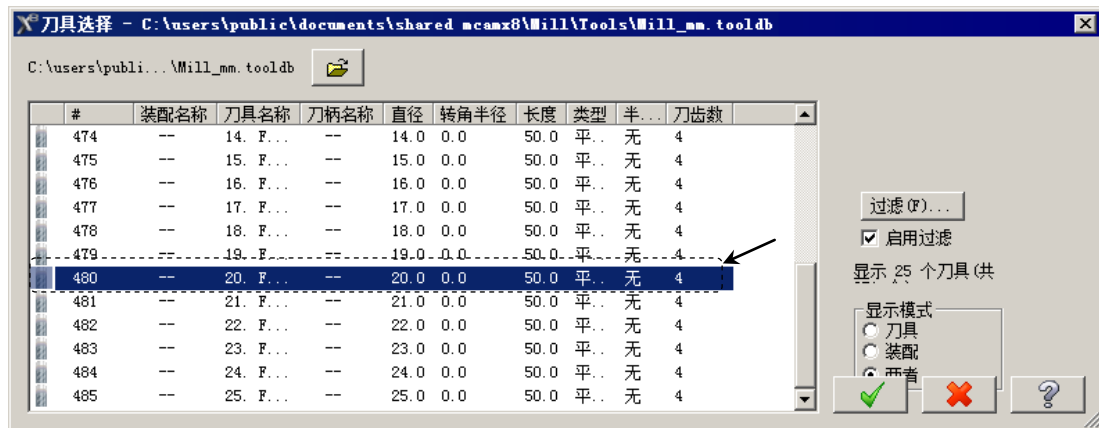

图 4.4.9 “刀具选择”对话框
Step2. 选择刀具。在“2D 刀路-平面铣削”对话框中单击 **选择库刀具...** 按钮，系统弹出图 4.4.9 所示的“刀具选择”对话框，在该对话框的列表框中选择图 4.4.9 所示的刀具。单击 按钮，关闭“刀具选择”对话框，系统返回至“2D 刀路-平面铣削”对话框。